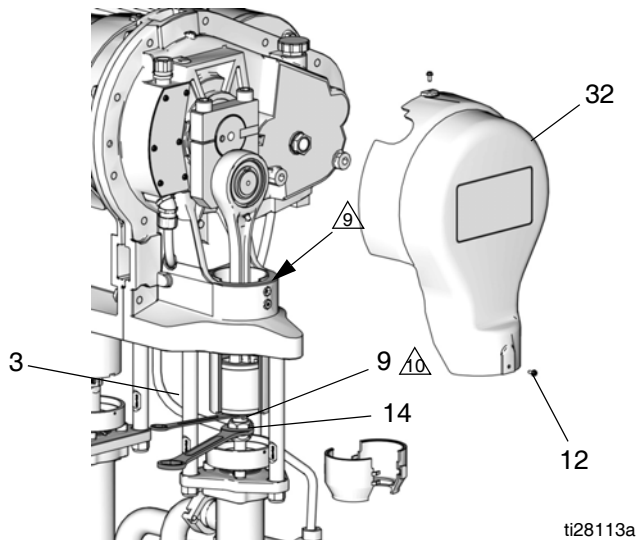

Fig. 16. Rimuovere il dado di accoppiamento
1. Far girare a impulsi il motore per regolare la pompa sul lato riparato al fondo della sua corsa. Questo permette l'accesso al dado di accoppiamento (14).
4. Rimuovere le due viti (12) e il coperchio. FIG. 16 mostra il coperchio (32) sul lato opposto a quello del motore; il coperchio laterale del motore è (21).